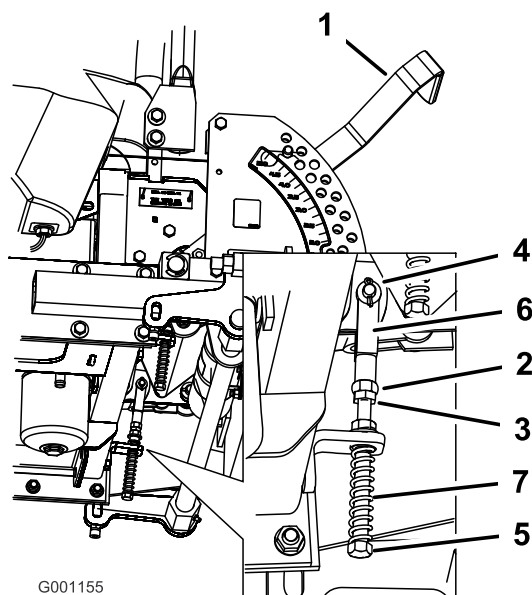

Figura 74
9. Aplique una ligera presión hacia atrás en la palanca de control de movimiento, y gire la cabeza del perno de ajuste en el sentido apropiado hasta que la palanca de control esté centrada en posición de BLOQUEO/PUNTO MUERTO (Figura 74).
10. Apriete la tuerca y la contratuerca (Figura 74).
8. Si es necesario un ajuste, afloje la tuerca y la contratuerca contra la horquilla (Figura 74).